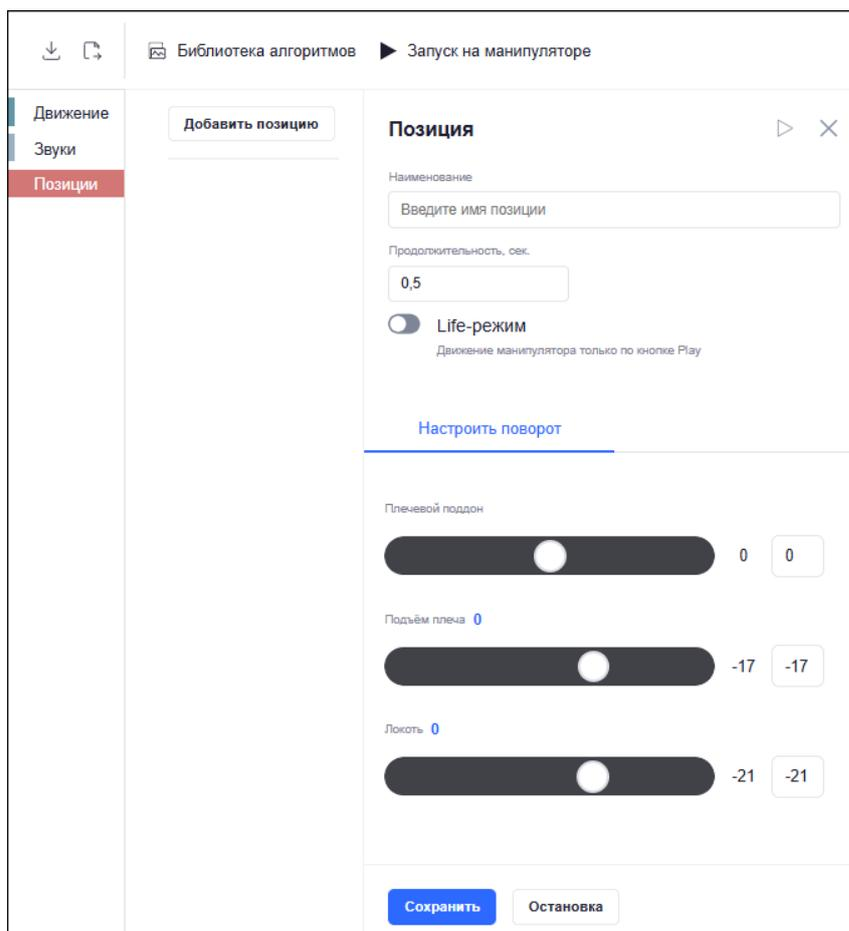

Рисунок 24 – Раздел «Позиции»
- Раздел «Позиции» содержит кнопку «Добавить позицию», при нажатии на которую открывается форма для создания позиции манипулятора. Форма содержит (Рисунок 24):